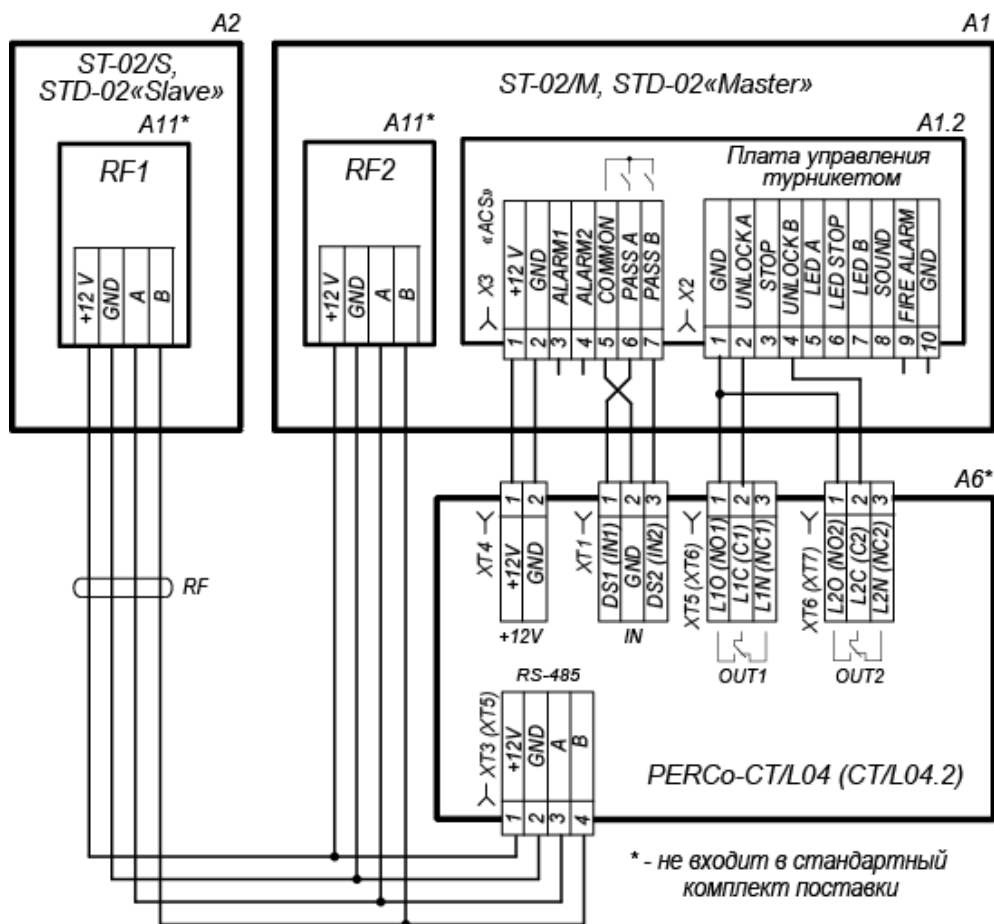

Рисунок 18. Вариант подключения к турникету контроллера СКУД PERCo-CT/L04
- каналы, соединяющие отверстия для ввода кабелей противоположных секций (сторон двусторонней секции) одной зоны прохода – для подводки соединительных кабелей DC (9) и CAN (10)¹, а также по необходимости при установке встроенных в турникет считывателей – кабель для соединения считывателя из секции *Slave* с контроллером СКУД (кабель RF на схемах на рис. 16 и рис. 18).
Для удобства входы и выходы встраиваемого в турникет контроллера СКУД могут подключаться не к контактам DIN-рейки, как показано на схеме (рис. 17), а непосредственно к соответствующим им контактам платы управления (разъемы **X2** и **X3**, рис. 6). Вариант схемы подключения представлен на рис. 18.